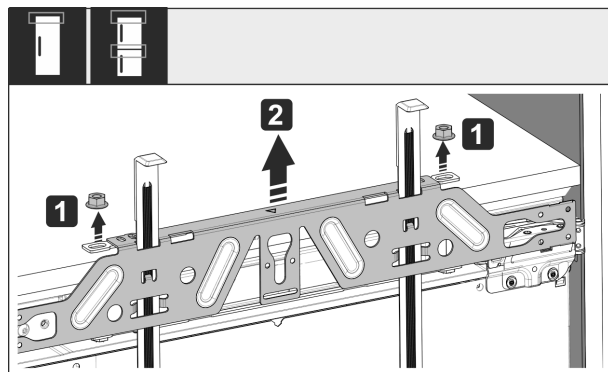

Fig. 54
- Lossa kontramuttern Fig. 54 (1).
- Ta av tvärstaget Fig. 54 (2).